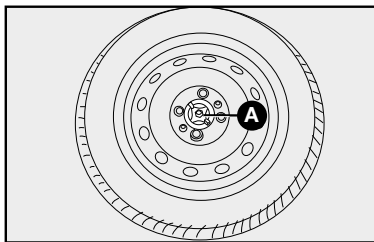

fig. 13
- Fixar a roda com o dispositivo de bloqueio **A-fig. 13**.